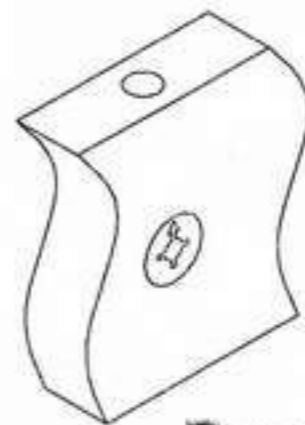

Рис. 1
Взять стенку заднюю выдвижного ящика Ф1 и забить в соответствующие отверстия шканты (1). Соединить боковины ящика Ф4 и Ф5 с задней стенкой Ф1. Фиксацию производить при помощи евроинтов (14). Далее положить каркас ящика на заднюю стенку Ф1 и забить шканты (1) в соответствующие торцевые отверстия на боковинах ящика, Ф4 и Ф5 и вставить стяжки растекс (12) (см.рис.1). После этого вставить дно ящика Ф6 в пазы на каркасе ящика, таким образом, чтобы дно ящика Ф6 вошло в паз на стенке задней ящика Ф1. Далее закрутить в переднюю панель ящика Ф3 в